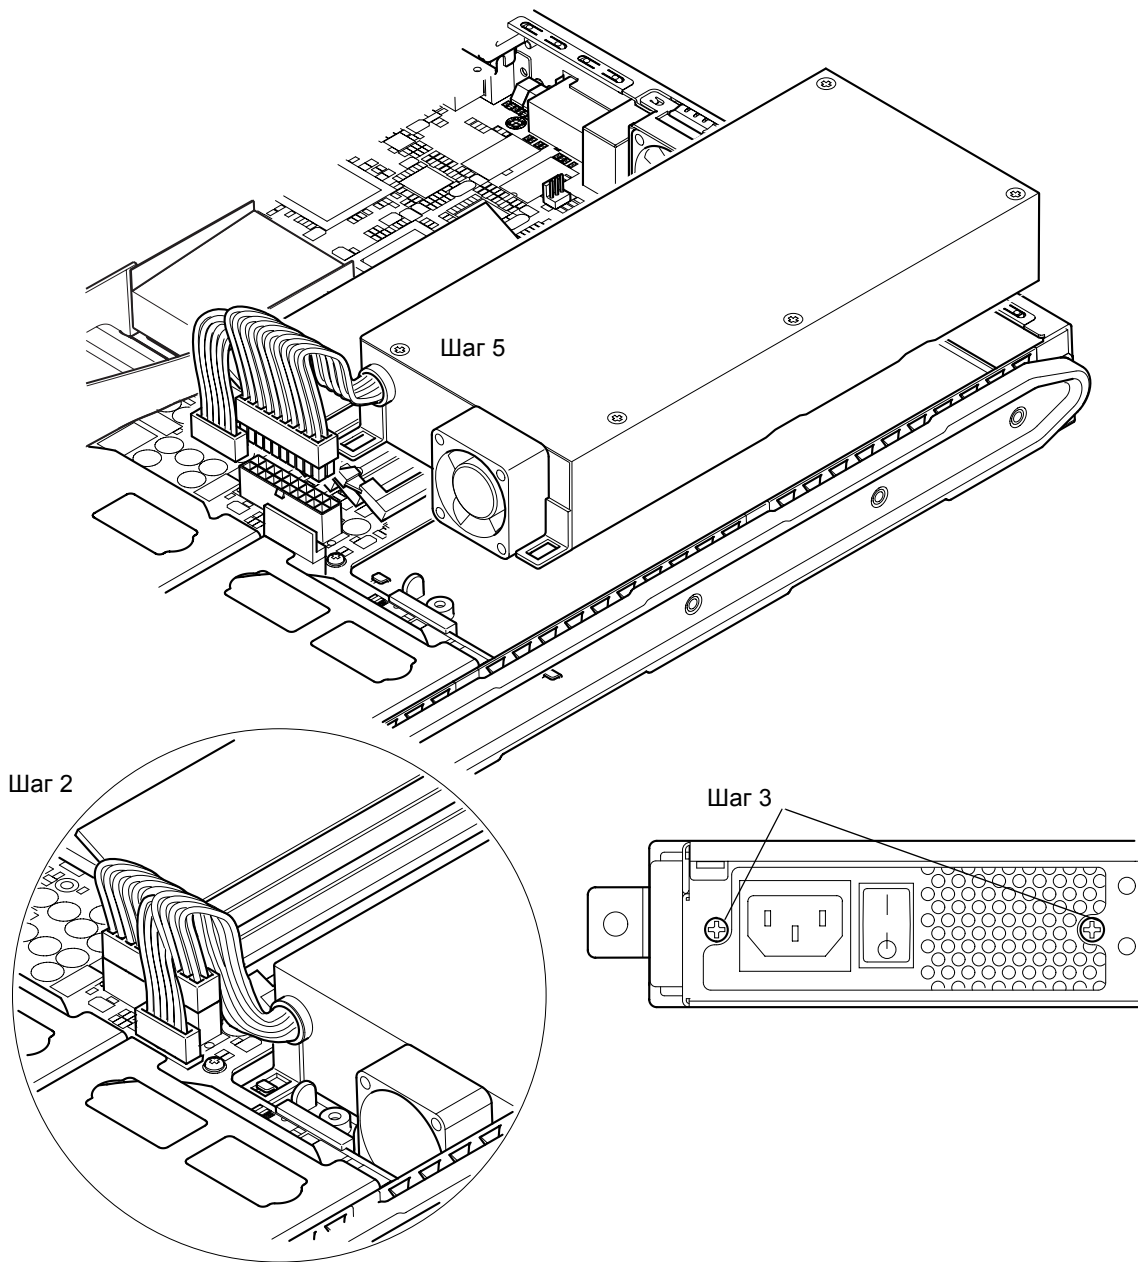

РИС. 11-9 Замена блока питания
- 3. Отверните задние крепежные винты (см. РИС. 11-9).**
- 5. Поставьте новый блок питания и установочные клапаны и сдвиньте его назад (см. РИС. 11-9).**